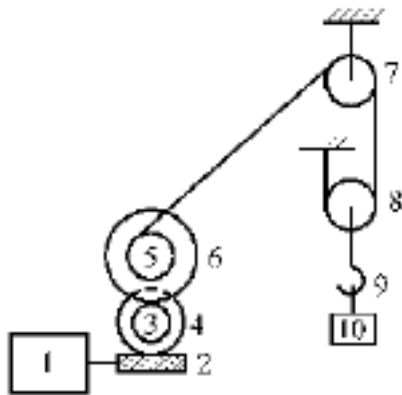

图 2.3
2.3 起重机的传动机构如图 2.3 所示，图中各部件的数据见表 2.4。已知起吊速度为 12 m/min ，起吊重物时传动机构效率 $\eta = 0.7$ 。试计算：